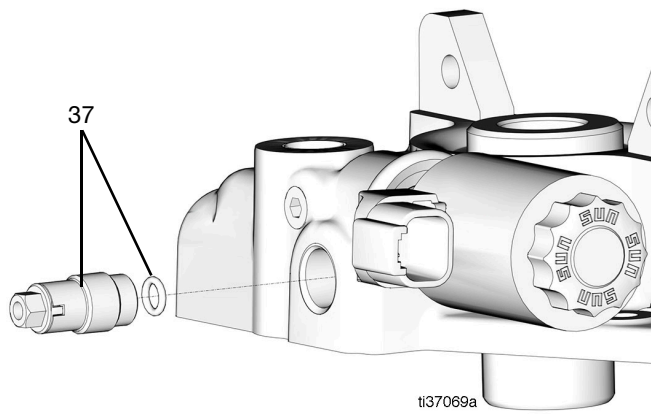

FIG. 49
35. Desmonte la válvula de retención y la junta tórica (37) (FIG. 49).